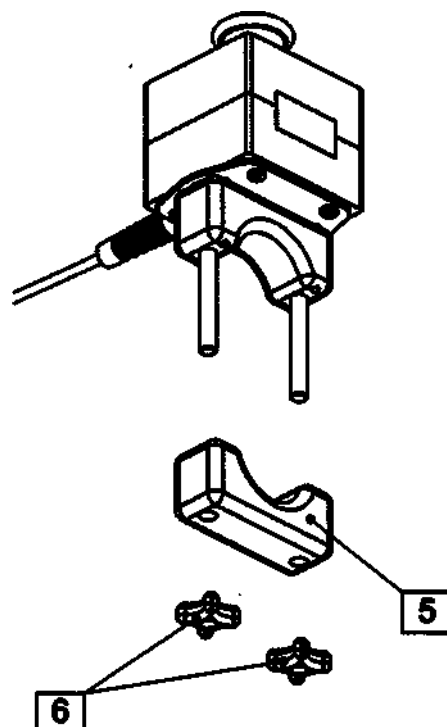

Рисунок 26 – Порядок установки кронштейна кнопки «Аварийная остановка»
- Снимите нижнюю часть кронштейна для закрепления кнопки «Аварийная остановка», вывернув для этого крестообразные винты для фиксации кронштейна руками (см. рисунок 26, номера позиций соответствуют таблице 16).